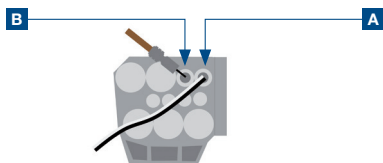

Figure 5
**Contact A (figure 5) :** câble noir/blanc
**Contact B (figure 5) :** câble marron